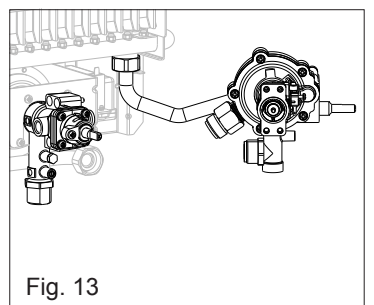

Fig. 13
- Mover à direita o conjunto água/gás (fig. 13)